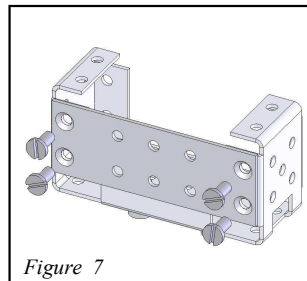
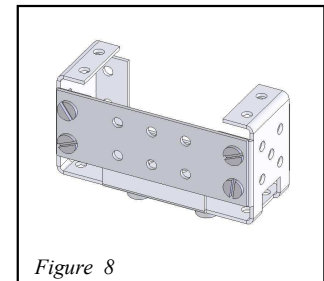

Figure 7
Figure 8
**Étape 5 :** Placer le **support latéral pour fourche (7)** contre la **cage (2)**, voir figure 7, puis visser à l'aide de **vis à têtes fraisées de 3 mm**. Voir figure 8